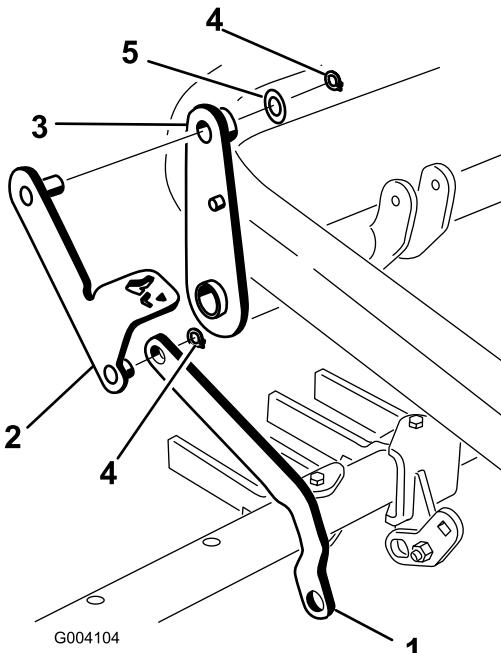

Figura 14
conjunto de la palanca del pedal, y fíjela con un anillo de retención (Figura 14).
- Introduzca la clavija del otro extremo del conjunto de la palanca del pedal en la parte superior del conjunto de la palanca y sujetelo usando una arandela (7/8 pulgada) y un anillo de retención (Figura 14).